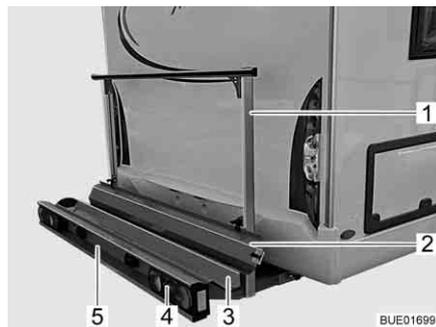
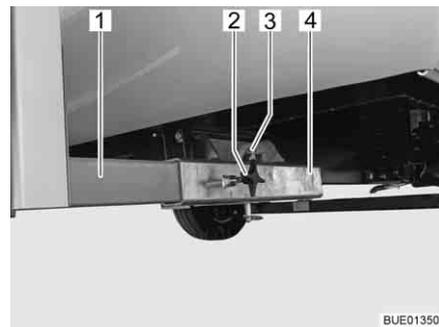

Fig. 6 Porte-charge
Fig. 7 Fixation sur le véhicule
Le porte-charge (Fig. 6) permet de transporter une moto ou un scooter d'un poids allant jusqu'à 130 kg.
- Réceptacle (Fig. 6,3) et étrier de fixation (Fig. 6,1) avec fixation sur le véhicule (Fig. 7)
- Feux arrières (Fig. 6,4)
- Éclairage plaque minéralogique (Fig. 6,5)
- Rail d'accès (Fig. 6,2)
Les deux longerons (Fig. 7,1) du porte-charge sont fixés avec des vis à gâret (Fig. 7,2) sur les réceptions quatre pans (Fig. 7,4) situées sur le plancher du véhicule. Le porte-charge est bloqué par un boulon (Fig. 7,3) avec circlip.